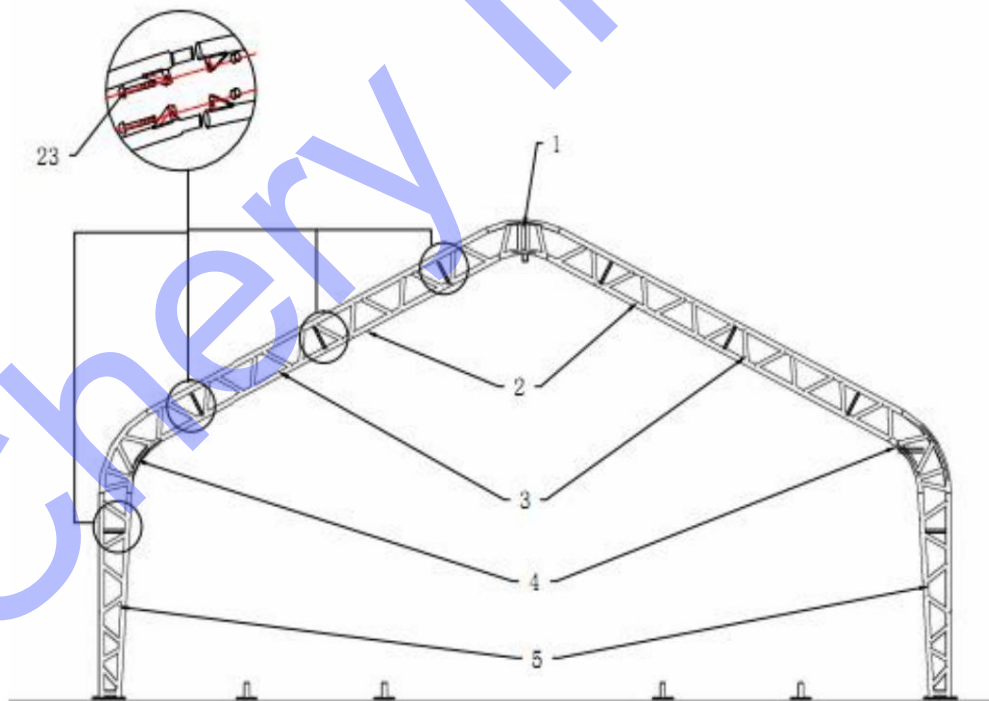

Figure 5
2. La figure 5 montre comment connecter le tube de toit supérieur (n° 1), le tube de durcissement du toit (n° 2), le tube de courbure du toit à l'épaule (n° 3), le tube de paroi latérale (n° 4) et le pied debout (n° 5) avec le boulon M12x30mm (n° 23), qui constituent l'arche du milieu, puis placez l'arche dans le tube de la bride de base à l'aide d'un palan et assemblez chaque groupe d'arches à tour de rôle comme sur la figure 5.